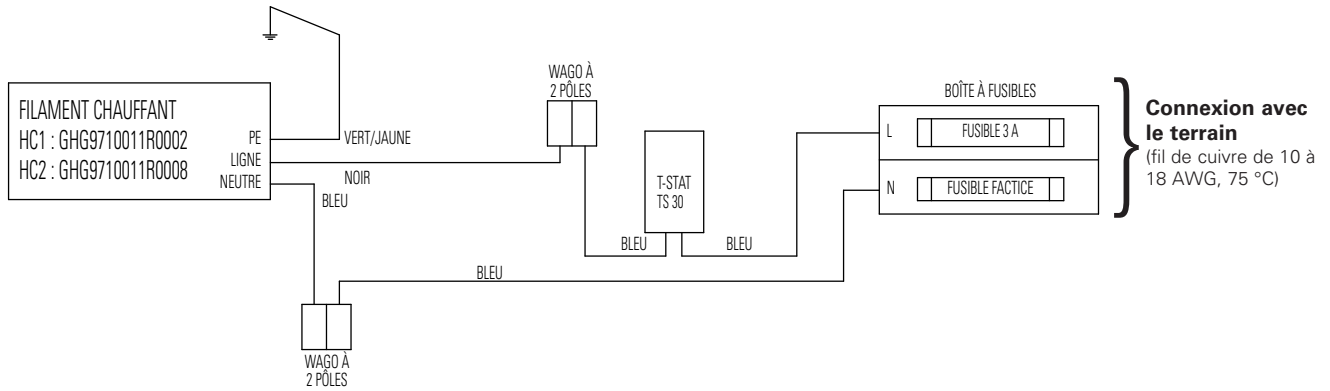

Figure 5 : Schéma de câblage HC1 et HC2
- Se reporter aux schémas de câblage des figures 5 et 6.